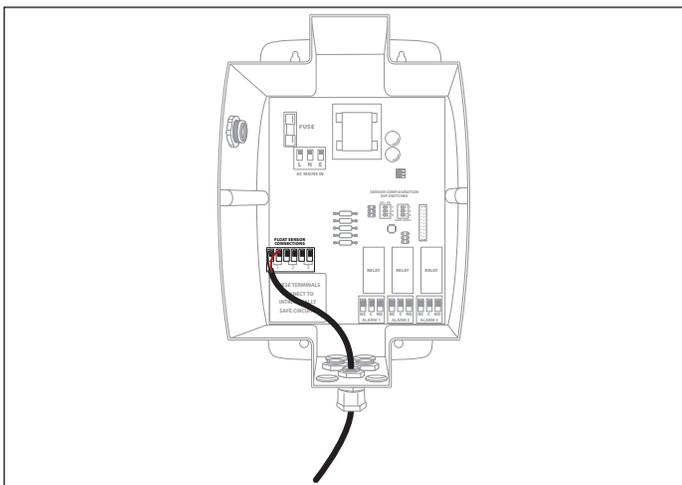

Figure 20-13
9. Enfilez le câble du détecteur de carburant par le raccord de traversée fixé au boîtier de l'alarme de surveillance continue. Attachez les deux fils du détecteur de carburant aux bornes correspondantes du détecteur de carburant et serrez le raccord de traversée (Figure 20-13).